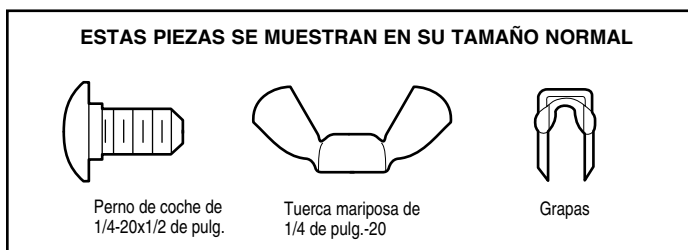

Figura 1
- Deslice los brazos curvos sobre la orilla redondeada de cada uno de los carriles de la puerta, con los brazos curvos apuntando hacia la puerta. Colóquelos en su posición contra el costado del carril. Debe de quedar parejo, con el reborde pegado a la orilla posterior del carril, como se ilustra en la Figura 1.